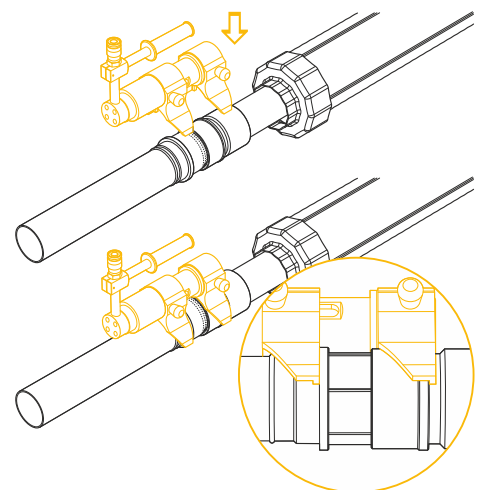

Рис. 4.5.10
11. Установить гидравлический инструмент таким образом, чтобы подвижная и опорная губки тисков вошли в сцепление с буртами на гильзе подвижной и втулке пресс-фитинга (рис. 4.5.10).